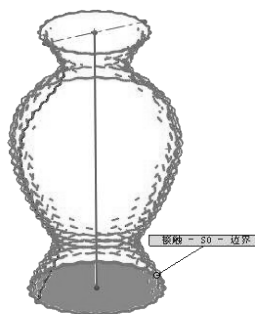

图 4-123 创建填充曲面
- 12 利用【填充曲面】工具，创建填充曲面，如图4-123所示。